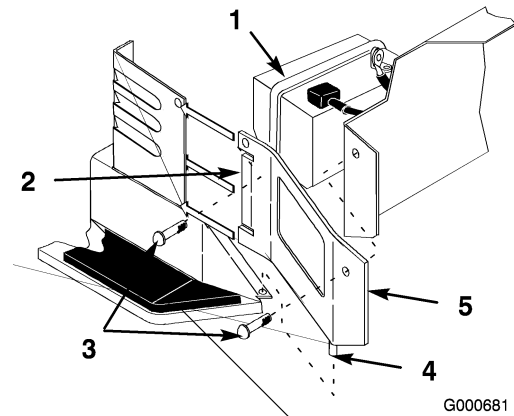

Bild 43
4. Entfernen Sie die rechte Seitenwand, um sich zum Entfernen der Batterie Platz zu machen (Bild 43).
1. Bauen Sie die Batterie im Traktor ein (Bild 43).
5. Setzen Sie die rechte Seitenwand ein, indem Sie die Vorsprünge in die Lenksäule schieben und den Stift in den Flansch an der Fußplattform einschieben. Befestigen Sie die Gruppe mit Schrauben (Bild 43).